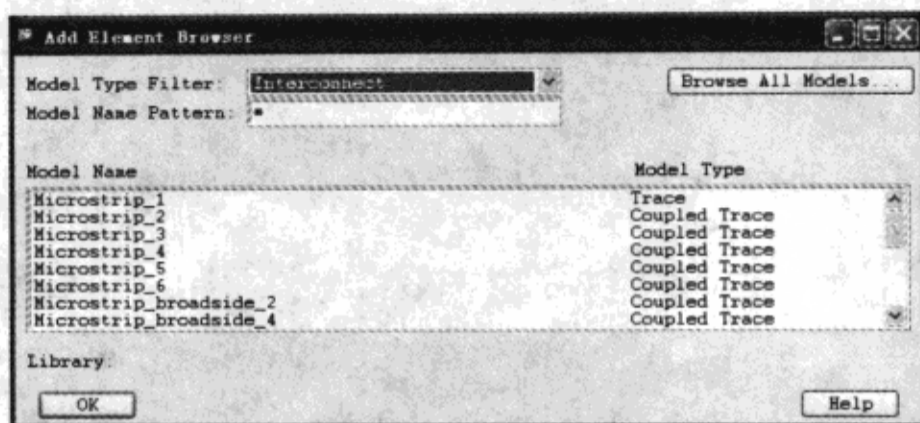

图 3-10-19 “Add Element Browser”对话框
(1) 从 SigXplorer 窗口执行菜单命令“Edit”→“Add Element...”，弹出“Add Element Browser”对话框，如图 3-10-19 所示。